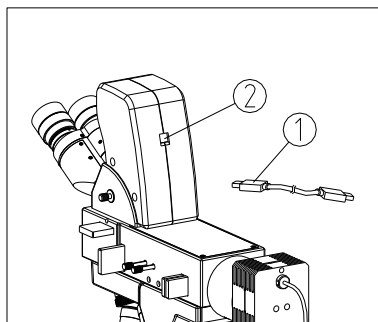

图 40
将 USB 数据线①的一端插入显微镜观察头背部的 USB 输出端口②内，另一端插入电脑中的 USB 接口。（如图 40）即可通过相应的视频采集分析软件，查看显微镜视频，同时双目也可进行观察。